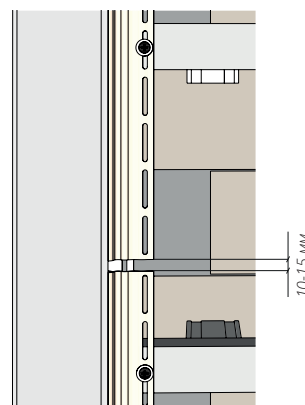

Рисунок 70
- 14.2** В случаях если высота здания более 3-х метров, соединение стартовых планок происходит с зазором 10-15 мм (рис. 70), это необходимо для теплового расширения.